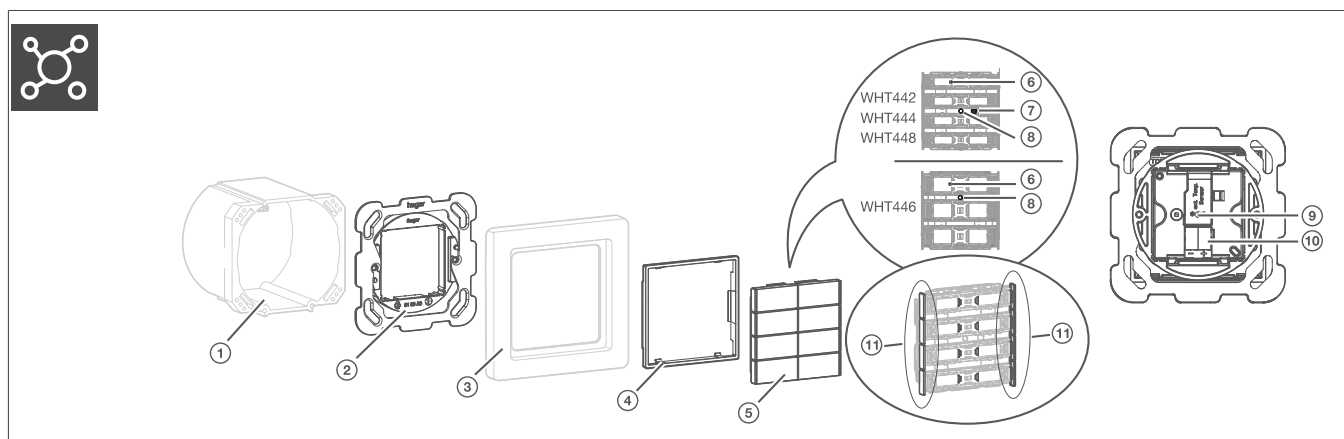

Fig. 5 : Composition de l'appareil
- 1 Si disponible, relâcher les boutons à l'aide du bouton de programmation Fig. 5/7: Composition de l'appareil .
La LED d'adressage physique Fig. 5/6: Composition de l'appareil s'allume.